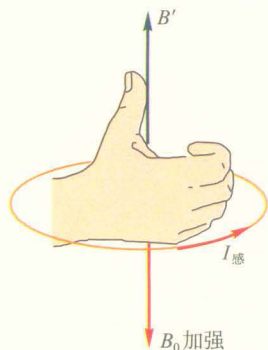

图 1-4-5 感应电流方向的判定
4. 用安培定则 (图 1-4-5) 判断能够形成上述磁场 B' 的感应电流的方向.